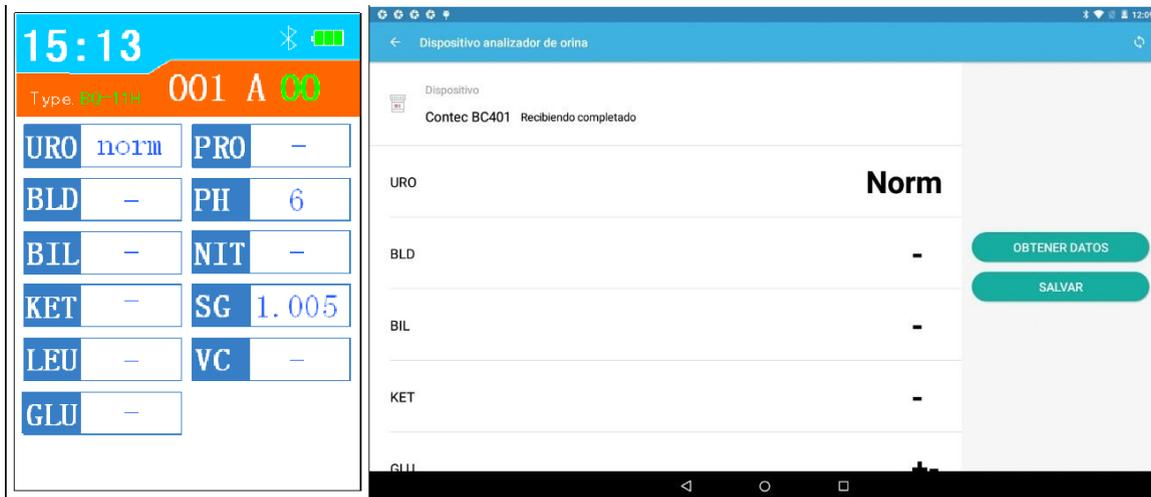

Figura 3-24: El análisis está terminado
5. Al final de la medición, el resultado se mostrará y se guardará. Ver Figura 3-24.